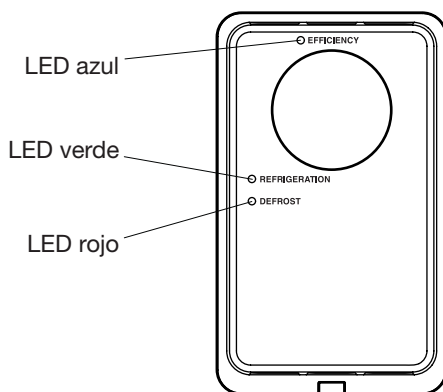
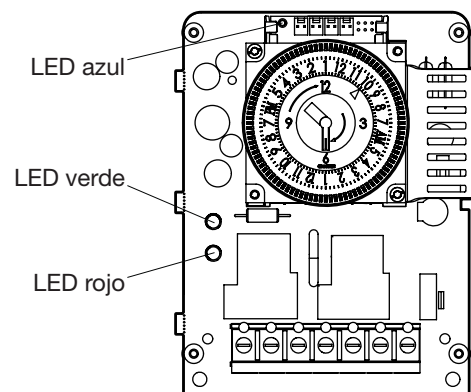

FIG. 11 LED (se muestra el modelo adjunto)
FIG. 12 LED
5. Consulte la "TABLA 1 Tabla de indicadores de estado LED" en la página 17 y la FIG. 11 o FIG. 12 para verificar el funcionamiento correcto del módulo ICUBE™.